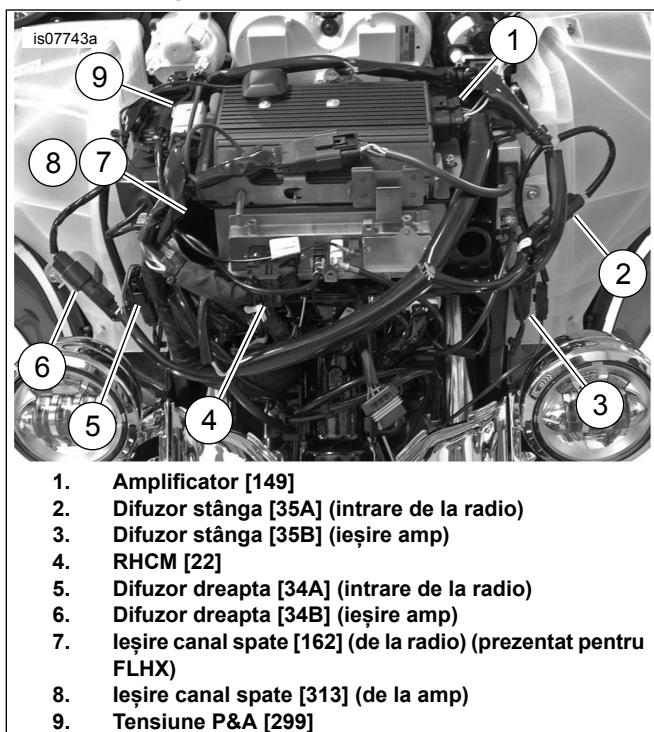
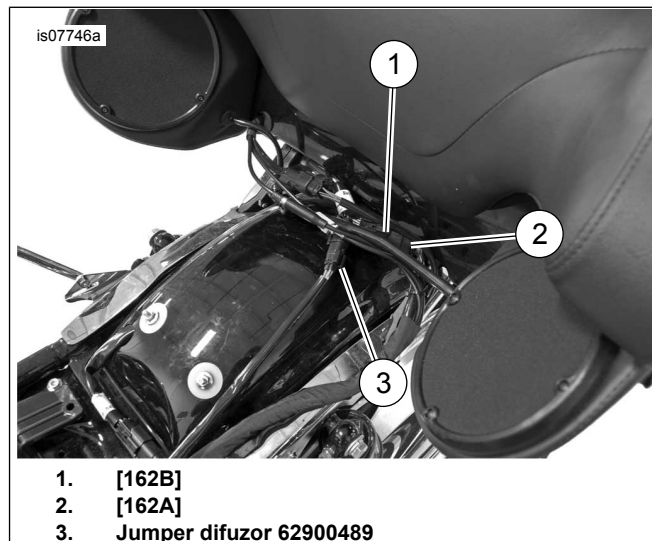

Figura 8. Conexiunile cablajului
Figura 10. Interconectare suport difuzor spate
4. Consultați Figura 8 . Poziționați cablajul așa cum se arată și conectați conectorii. Conexiunile pentru [162] și [313] sunt detaliate în notele următoare.
- Dacă acest amplificator este utilizat cu un amplificator secundar pentru a permite șase sau opt difuzoare, a se vedea detaliile de conectare pentru [162] și [313] în Tabelul 1 , Tabelul 2 și kitul 76000280. Pentru FLHX(S) ieşire canal spate Molex cu 4 căi [162] (F) de la radio. Utilizat pentru ieşirea boxei fără amplificator. Consultați Figura 8 . Neutilizate cu amplificator primar, utilizate pentru INTRARE amp secundar. Consultați Figura 10. Pentru FLHTC/FLHTK/TRIKE ieşire canal spate Molex cu 16 căi [162] (R) de la radio. Conține toate cablajele boxelor din spate. Instalați 69200714 pentru a fi utilizat cu amplificatoarele (a se vedea pasul 7). Amplificatorul carenajului [313], o ieşire canal spate Molex cu 4 căi al amplificatorului primar, poate fi folosit pentru boxele de la desagă, boxele de spate sau cele de pe carenajul inferior. Rezervat pentru carenajul inferior atunci când este utilizat într-o configurație cu șase sau opt difuzoare.
- a. Consultați Figura 10. Deconectați [162] situat în spatele spătarului pasagerului.